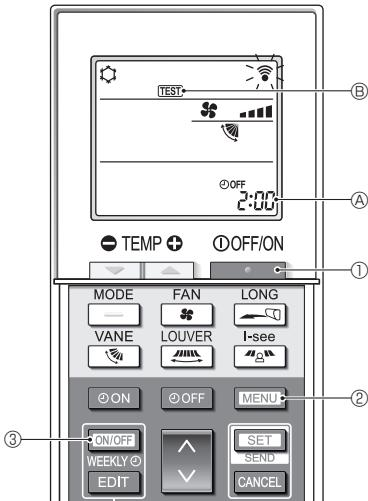

Fig. 7-5
7.2.2. Utilisation de la télécommande sans fil (Fig. 7-5)
■ Essai de fonctionnement (Fig. 7-5)
- Appuyez sur le bouton ① pour arrêter le climatiseur.
- Si la minuterie hebdomadaire est activée (**WEEKLY** est affiché), appuyez sur le bouton ③ pour la désactiver (**WEEKLY** disparaît).
- Appuyez sur le bouton ② pendant 5 secondes.
- Appuyez sur le bouton ②.
- ② s'allume et l'appareil entre en mode essai de fonctionnement.